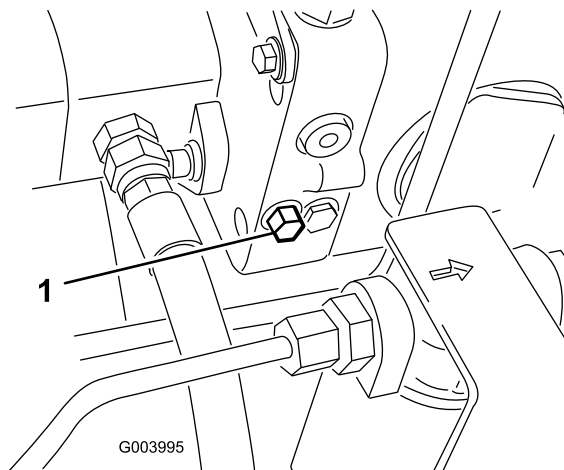

図 25
1. ハイドロスタットの左側にあるバイパスバルブを探し出す 図 25。